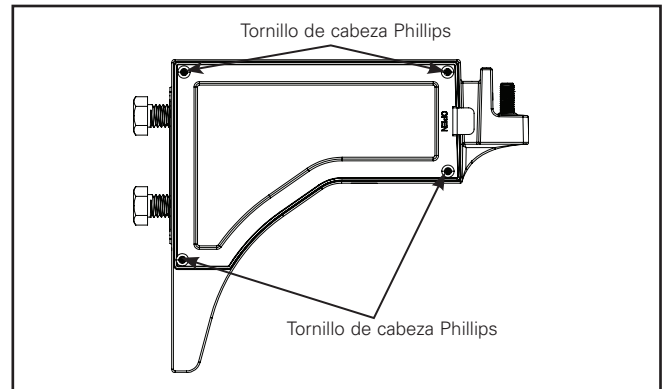

Figura 7.
- Quite la placa de la cubierta en el brazo de montaje en poste quitando los cuatro tornillos de cabeza Phillips y usando la lengüeta de tiro etiquetada como "open" (abrir). No es necesario que quite completamente los cuatro tornillos de cabeza Phillips ya que cada tornillo tiene un anillo de goma que lo sujeta a la placa de la cubierta. Deje la puerta a un lado (Figura 7).
11. Vuelva a instalar la placa de la cubierta al brazo de montaje en poste mediante cuatro tornillos de cabeza Phillips (Figura 7). Ajuste a 120 in-lb (13,6 Nm).